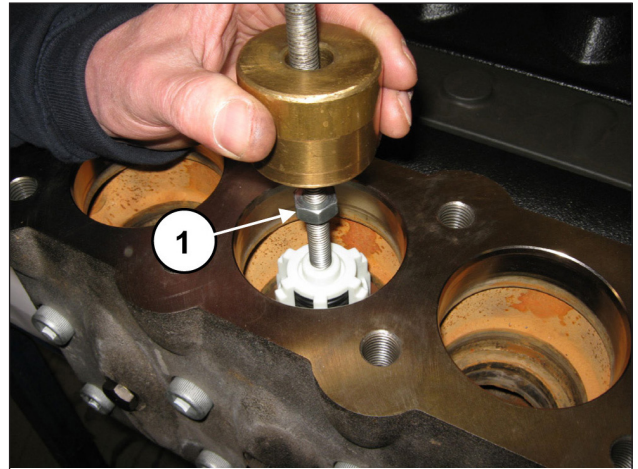

Fig. 98
Extraire le groupe de la soupape de refoulement en utilisant un outil à inertie (réf. 27516400) appliqué à l'orifice M10 du guide de soupape (rep. ①, Fig. 98).